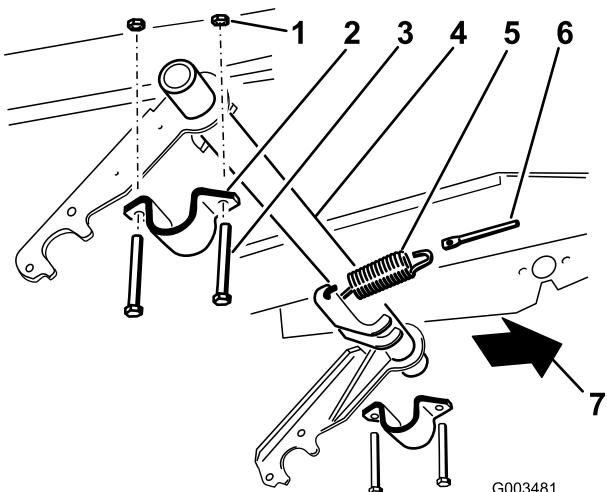

Рисунок 5
- Подсоедините пружину растяжения к одному из пружинных рычагов на шарнирной трубе и к штоку пружины (Рисунок 5).
- Свободно установите кронштейн шарнирной трубы на правой стороне (Рисунок 5).
- Вставьте правую сторону шарнирной трубы в правый кронштейн шарнирной трубы (Рисунок 5).
- Поднимите левую сторону шарнирной трубы к раме и установите ее в кронштейн шарнирной трубы с помощью 2 болтов 3/8 x 3 дюйма) и 2 контргаек (3/8") (Рисунок 5).